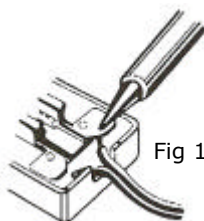

Fig 1
- 2/ Chauffer la partie avec le fer à souder. (Fig1)